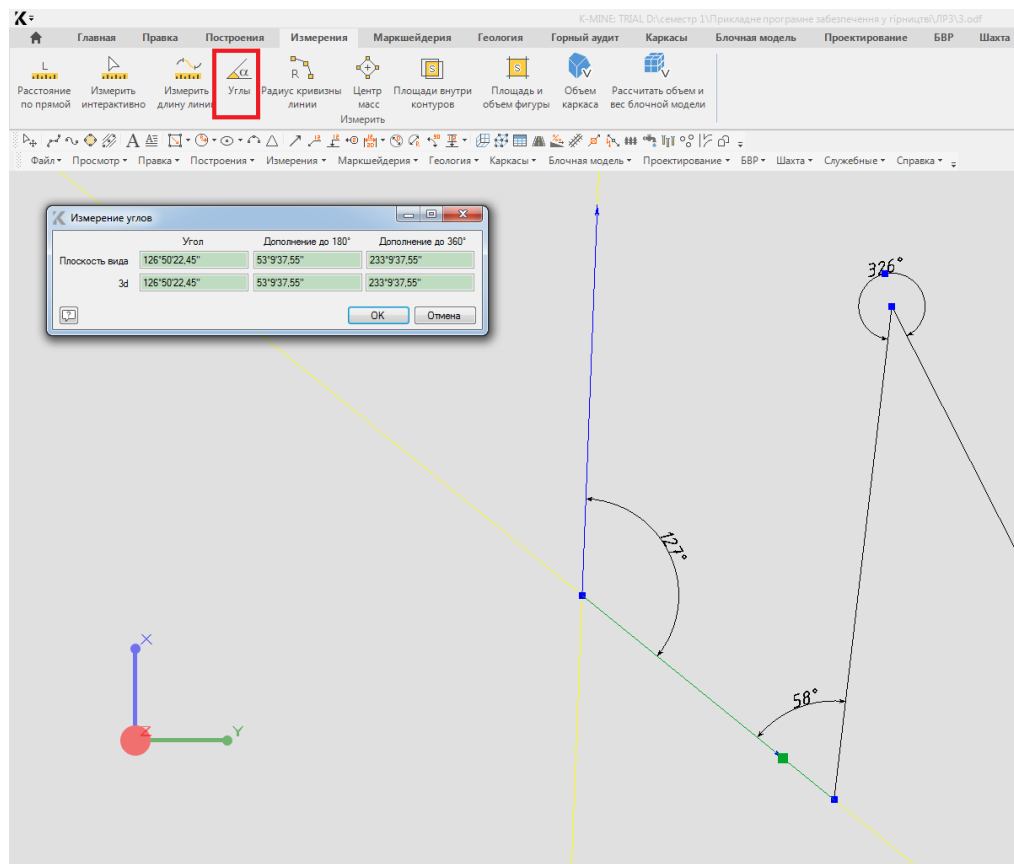

Рисунок 3.3 - Пример выполнения задания 21
21. Створіть об'єкт полілінія, що складається з 5-7 точок. Виконайте вимірювання кутів біля кожної вершини (рис.3.3).